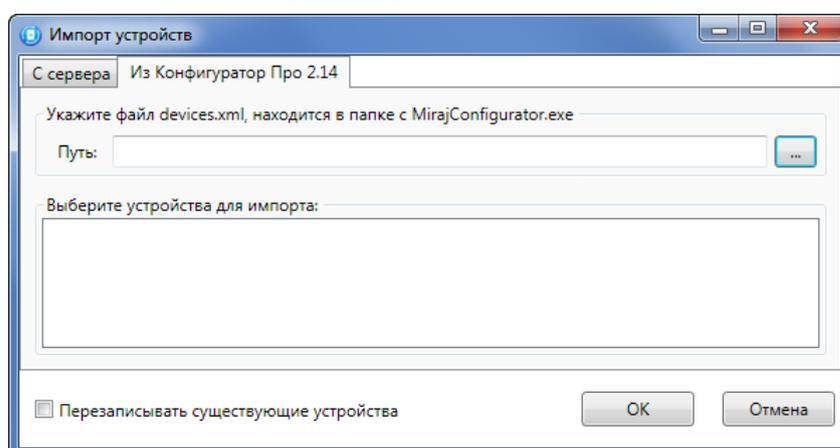

Рисунок 16.6 — Окно «Импорт устройств», вкладка «Из Конфигуратора Про 2.14»
2. В открывшемся окне «Импорт устройств» перейдите на вкладку «Из Конфигуратора Про 2.14» (см. рисунок 16.6)